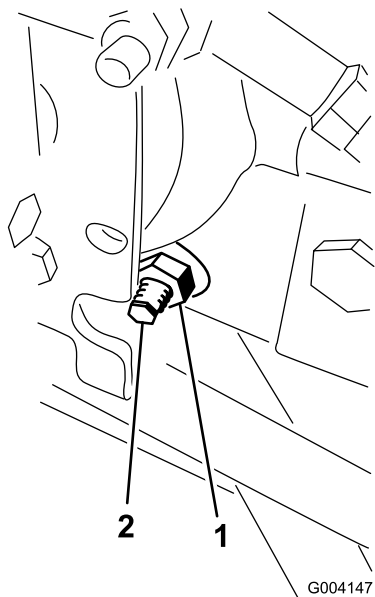

図 66
3. ハイドロスタットの右側にあるトラクション調整カムのロックナットをゆるめる 図 66。